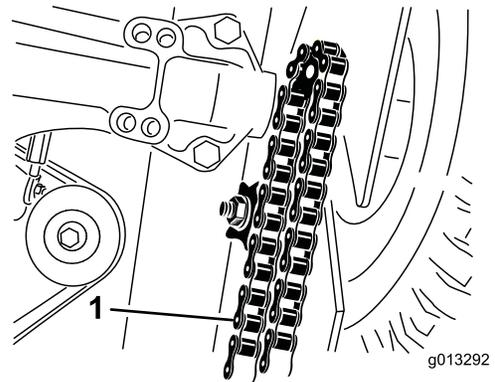

Figure 18
2. Élevez l'avant de la machine pour accéder aux chaînes (Figure 18) et bloquer la machine en place.